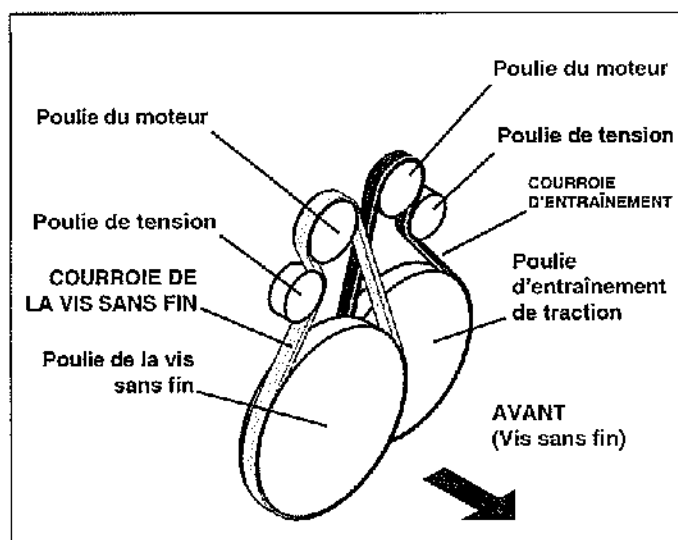

Figure 23. Passages des courroies d'entraînement
Le chasse-neige est équipé de deux courroies d'entraînement situées juste à l'avant du moteur sous le carter de protection des courroies. La Figure 23 montre les deux courroies avec leur poulie de tension. La courroie la plus proche du moteur est la courroie d'entraînement de la traction de la machine (les roues). La courroie la plus éloignée du moteur est la courroie d'entraînement de la vis sans fin/propulseur.
3. Tirer le bras de la poulie de tension de l'entraînement de la traction (Voir Figure 23) en l'écartant de la courroie pour relâcher la tension et glisser la courroie hors de la poulie du moteur.